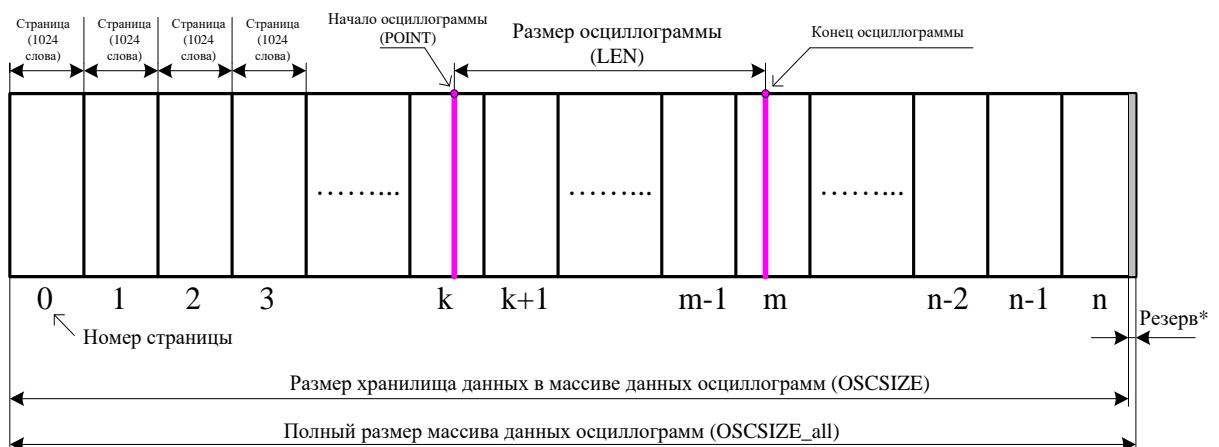
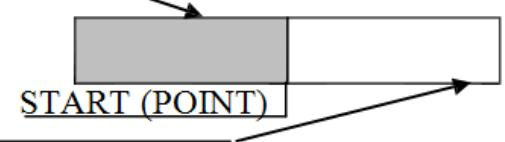

Рисунок 7.5
Рисунок 7.6
– выделить искомую осцилограмму из хранилища данных осцилограмм (рисунок 7.5) и прочесть её содержимое (при чтении осцилограммы выполняется её переворот – рисунок 7.6).